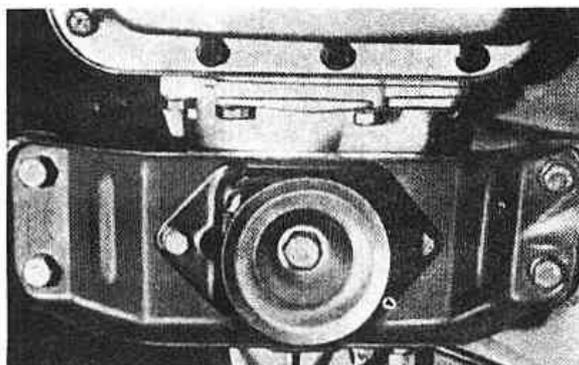

Рис. 6.37. Снятие болтов задней поперечины (Разд. 10)
15. Установите под автоматической трансмиссией второй домкрат и выверните два болта с пружинными шайбами, крепящие агрегат к поперечине. Также выверните четыре болта, крепящих поперечину снизу к днищу кузова (Рис. 6.37).